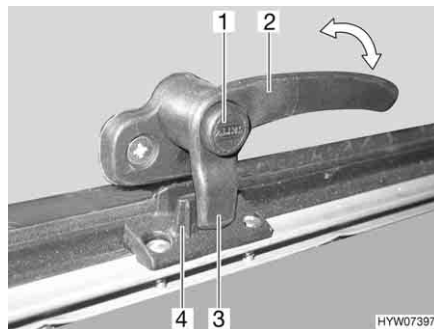
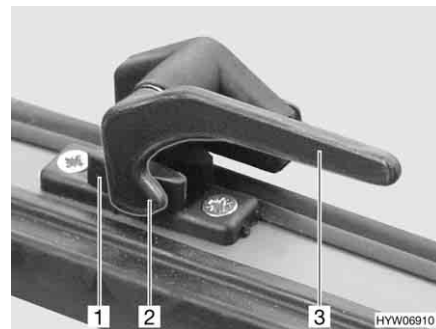

Fig. 94 Palanca de bloqueo con botón de seguridad en la posición de "cerrado"
Fig. 95 Palanca de bloqueo en la posición de "cerrado"
- Si existe, pulsar el botón de seguridad (Fig. 94,1) y mantenerlo pulsado.
- Girar todas las palanca de bloqueo (Fig. 94,2 ó Fig. 95,3) un cuarto de vuelta hacia el centro de la claraboya.
- Girar todas las palancas de bloqueo (Fig. 94,2 ó Fig. 95,3) un cuarto de vuelta hacia el marco. El saliente de bloqueo (Fig. 94,3 ó Fig. 95,2) se encuentra en la cara interior del bloqueo de la claraboya (Fig. 94,4 ó Fig. 95,1).
- En la posición "cerrada fijamente" (Fig. 94 y Fig. 95)